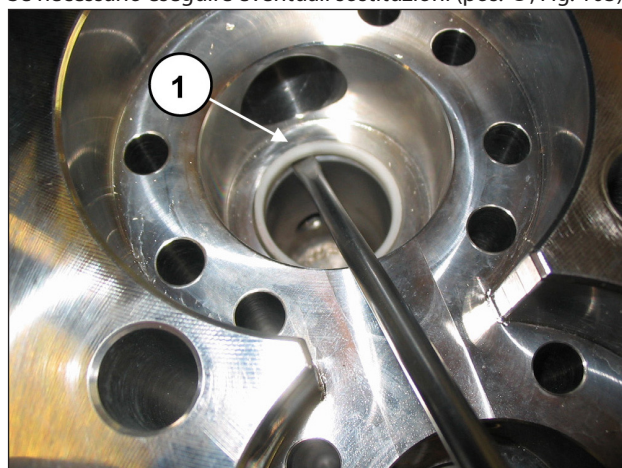

Fig. 103
Se necessario eseguire eventuali sostituzioni (pos. ①, Fig. 103).